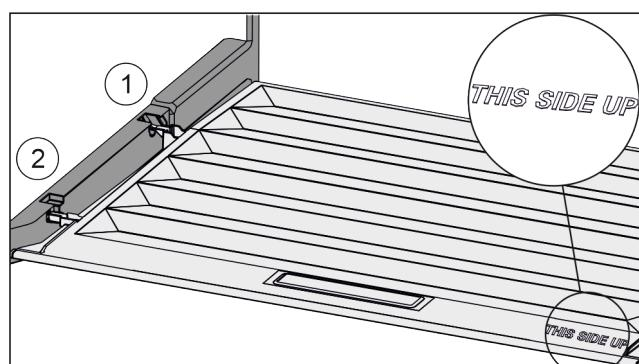

Fig. 108
- Вставити поперечні ребра через отвір заднього тримача Fig. 108 (1) і зафіксувати спереду у тримачі Fig. 108 (2).